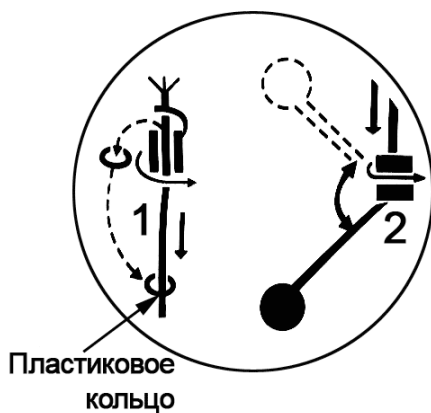

Рис.8
5.1. Снимите пластиковое кольцо с грузила перед установкой и наденьте его на кабель выключателя (см. рис. 8).